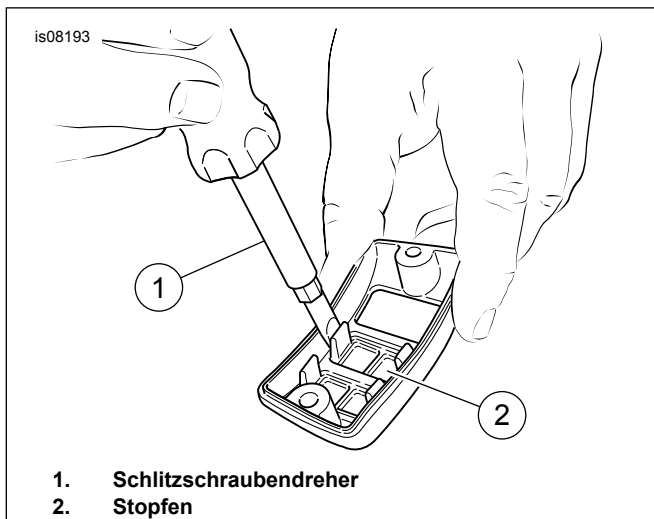

Abbildung 6. Stopfen entfernen/umplatzieren
11. Siehe Abbildung 6. Mit einem Schlitzschraubendreher die Zunge behutsam zusammendrücken und den Stopfen aus der Gehäuseabdeckung entfernen. Wenn der Stopfen umplatziert wird, den Stopfen in der gewünschten Öffnung einschnappen lassen.